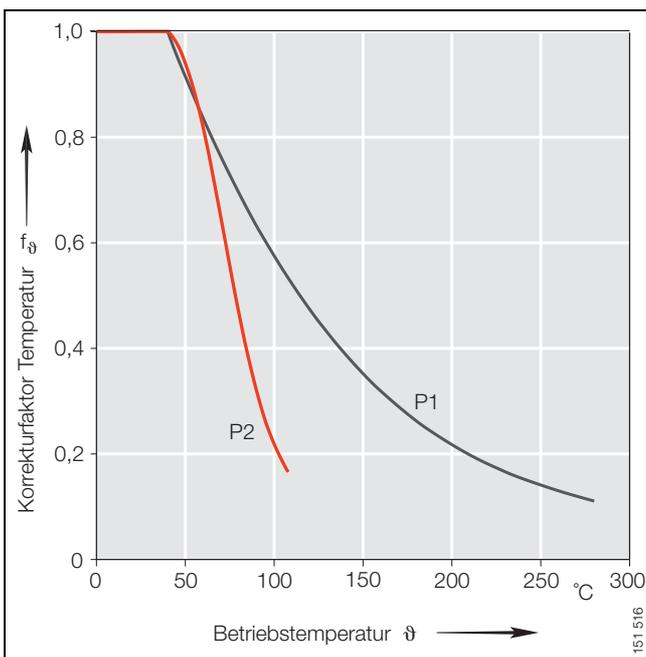

Bild 6 · Korrekturfaktor Temperatur f_θ , Permaglide® P1, P2
Korrekturfaktor Temperatur, Bild 6, Seite 15
- Korrekturfaktor Temperatur f_θ , Bild 6, Seite 15